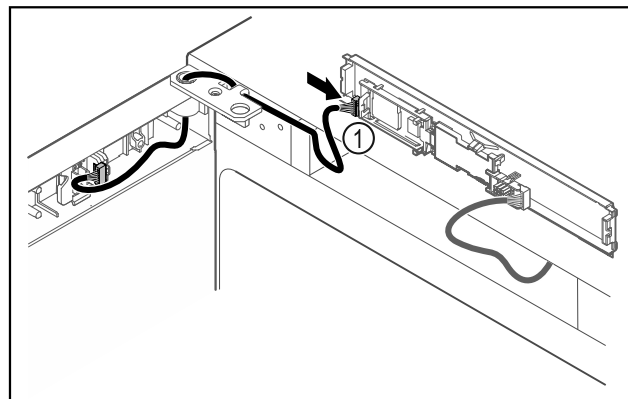

Fig. 49
- Συνδέστε το φιν Fig. 49 (1) στην πλακέτα.